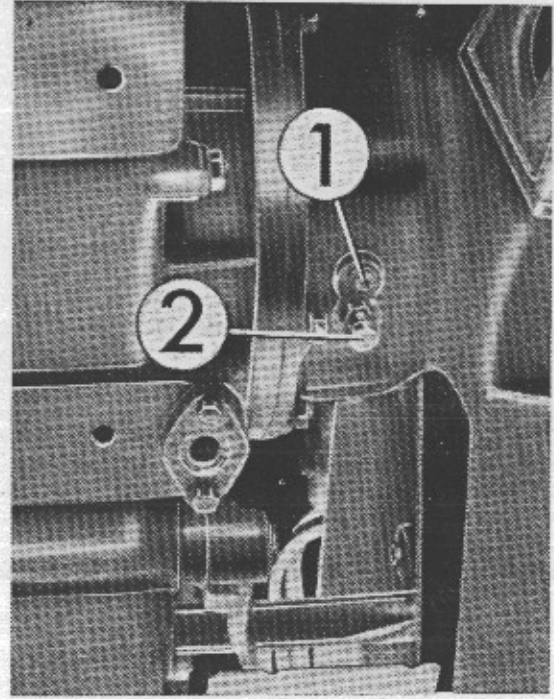

Fig. 48
- 6) **Vani frizioni di sterzo** - Togliere il tappo posto nella parte inferiore dei carters contenenti le frizioni di sterzo per consentire lo scarico dei depositi che eventualmente vi si fossero formati (fig. 48, punto 1).